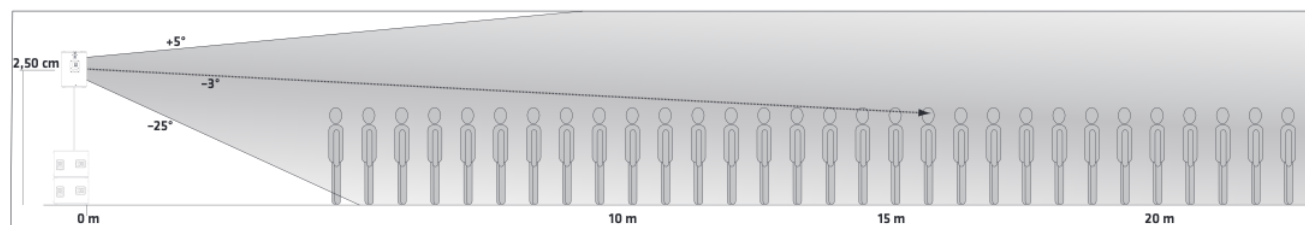
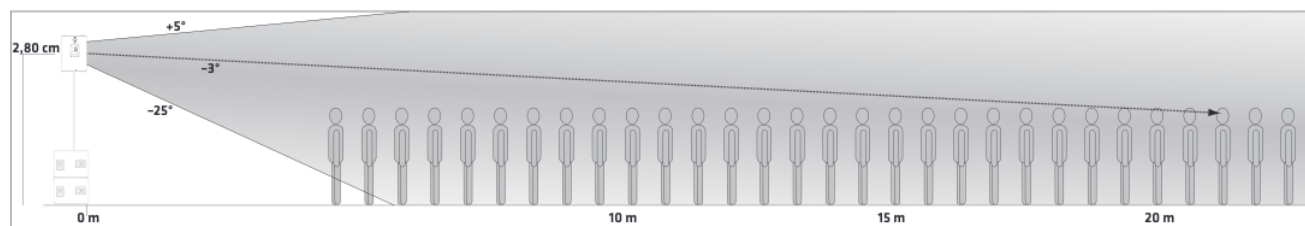

Fig. 3
Fig. 4
- La hauteur à laquelle est placée l'enceinte définit donc la portée. À titre indicatif : si le centre de l'enceinte se trouve à une hauteur comprise entre 2,50 m (fig. 3) et 2,80 m (fig. 4), l'axe central atteint les oreilles des spectateurs situés à 15,50 m – 21 m pour une personne de 1,70 m.